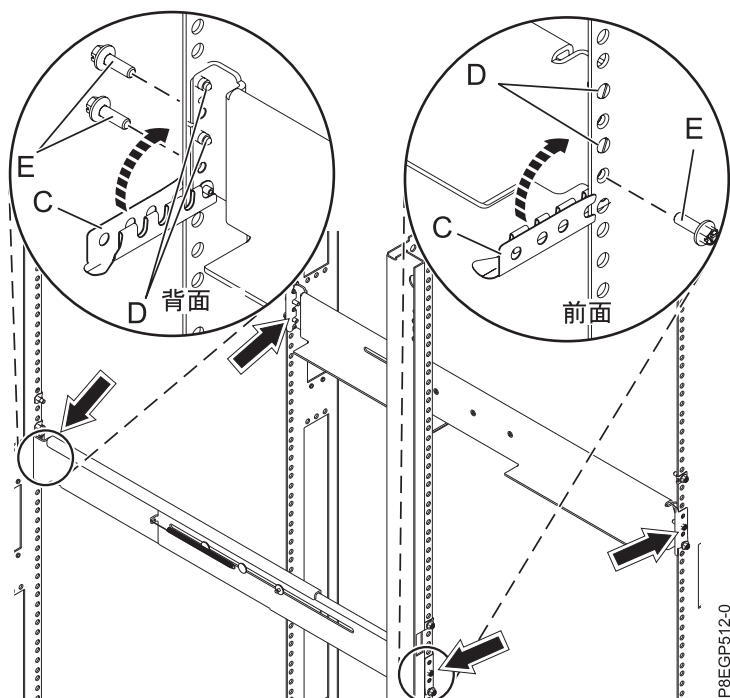

図 6. レールの取り付け
- a. 次に示すように、右側レールを伸ばし、レールが上向きになるようにレール・ピン **(D)** を、ラック上のマークが付いた一番下の 2 つの取り付け穴に挿入します。 10 ページの図 6
- b. 次に示すように、前部クランプ **(C)** を上に回転させて、レールを所定の位置に固定します。 10 ページの図 6